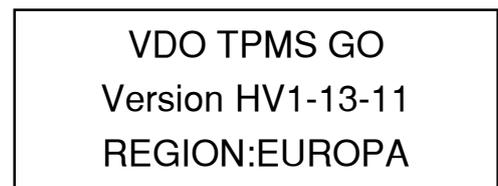

Abb. 2
- Die Software-Version wird angezeigt, siehe Abb. 2.